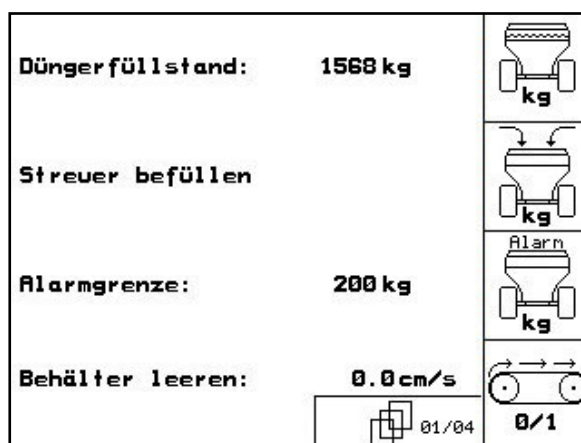

Fig. 50
- No menu Dados da máquina, página um  (Fig. 50).